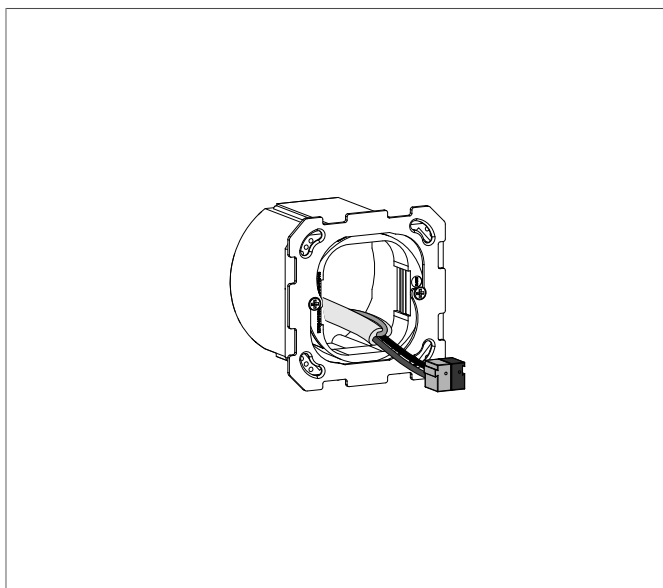

Fig. 3: Montaggio dell'anello di supporto
- Montare la piastra di fissaggio con l'anello adattatore nella posizione corretta su una scatola a muro (Fig. 3).